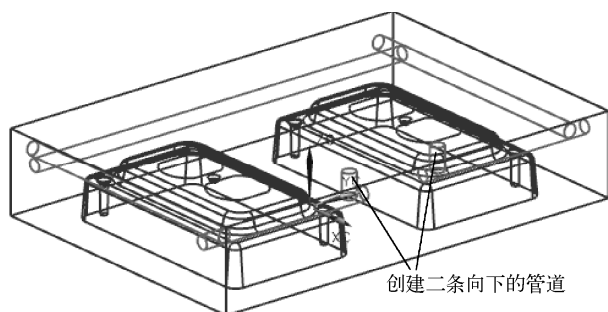

图 9-107 创建二条向下的管道
(14) 用【直接通道】的方法, 在型腔的表面再创建两条向下的管道, 与前面创建的管道连通, 如图 9-107 所示。